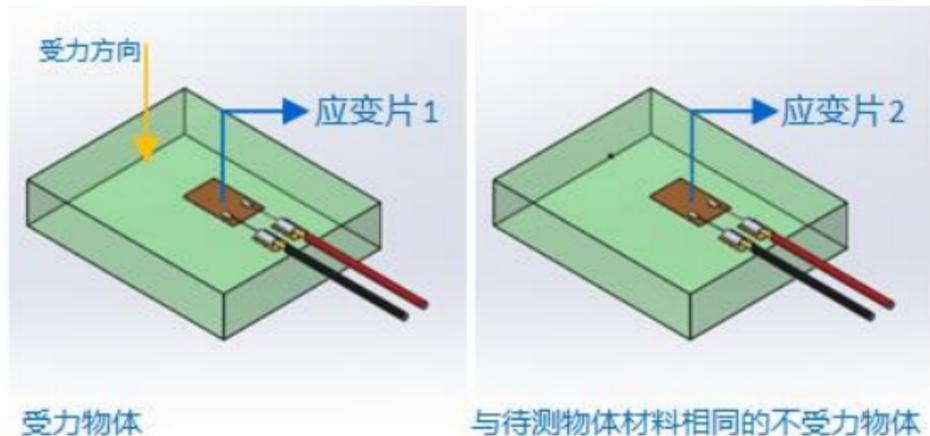

图 2 粘贴位置示意图
- i. 1/4 桥:应变片 1 粘贴在受力物体的中心位置, 粘贴位置如图 2 左。
- ii. 1/2 桥:应变片 1 粘贴在受力物体的中心位置, 粘贴位置如图 2 左; 应变
片 2 粘贴在另一个与待测物体材料相同，但不受力的物体的中心位置，粘贴位置如图 2 右。
iii. 全桥:应变片 1 和应变片 3 粘贴在受力物体的正面中心位置，如图 2，应